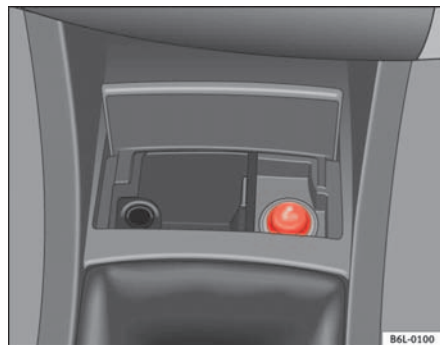

Abb. 81 Zigarettenanzünder
- Drücken Sie den Zigarettenanzünder ⇒ Abb. 81 zum Einschalten hinein ⇒ .